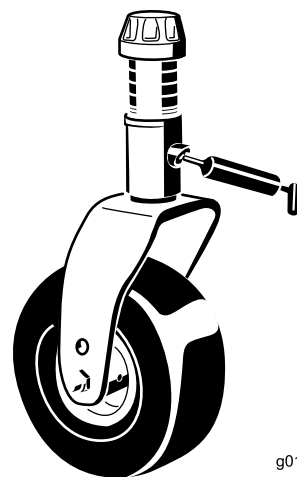

Figure 69
- 2 bagues d'axe de chape de roue pivotante (Figure 69)